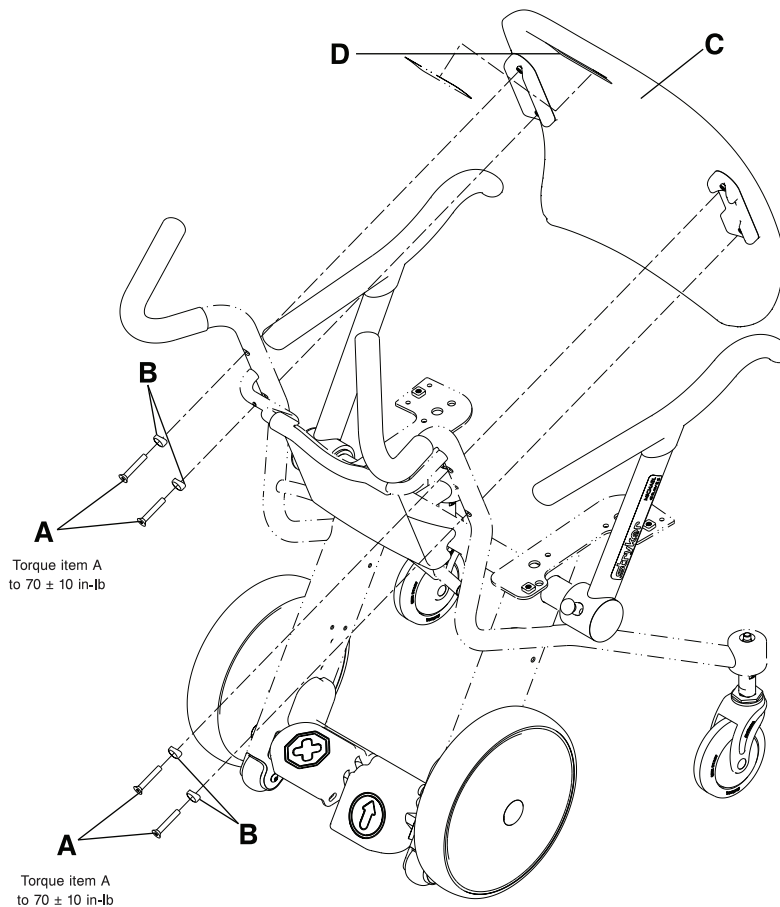

Figure 2-21 : Remplacement du dossier
2. À l'aide d'une clé à 6 pans de 3/16", retirer les quatre vis d'assemblage à tête fraisée plate (A) et les adaptateurs (B) pour retirer le dossier (C) du châssis du fauteuil. Jeter les vis, les adaptateurs et le dossier (Figure 2-21 à la page 2-37).
3. À l'aide d'une clé à 6 pans de 3/16", installer les quatre vis d'assemblage à tête fraisée plate (A) et les adaptateurs (B) fournis pour fixer le dossier (C) fourni au châssis du fauteuil (Figure 2-21 à la page 2-37). À l'aide d'une clé dynamométrique de 3/8", serrer les vis à un couple de  $70 \pm 10$  in-lb ( $8 \pm 1,1$  Nm).
4. Apposer l'étiquette Stryker (D) fournie de la couleur appropriée.